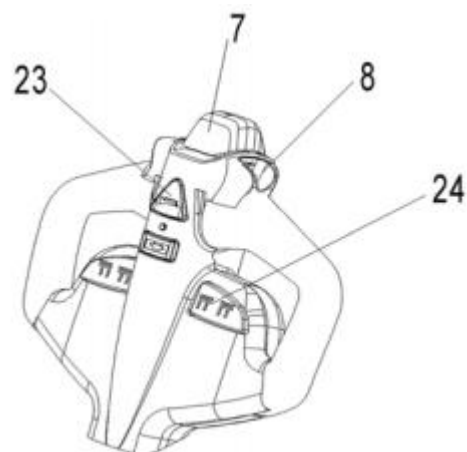

Рис.7: Ручка управления
Для осуществления подъема груза необходимо полностью подъехать под паллет с грузом, нажать и удерживать кнопку подъема (рис. 7, поз. 24), пока не будет достигнута нужная высота подъема.
Для опускания вил нажмите и удерживайте кнопку снижения (рис. 7, поз. 24). Опускайте груз, пока вилы не освободятся от паллета, затем аккуратно переместите тележку от груза.
Контролируйте скорость передвижения с помощью лепестков (поз. 8, рис. 7) для достижения требуемой скорости.
- Возвращение лепестков управления (поз. 8, рис. 7) обратно в начальное положение или освобождение маховиков активирует систему торможения. Тележка тормозит до полной остановки.
- При отклонении лепестков управления (поз. 8, рис. 7) из положения «движение в одном направлении» в положение «движение в противоположном направлении», тележка постепенно тормозит, пока не начнет движение в противоположном направлении.
- Кнопка противоотката (безопасности) (7) защищает оператора от получения повреждений и травм. Если эта кнопка включена, тележка притормаживает и/или начинает движение в противоположном направлении ('Bw.') на небольшое расстояние и останавливается. Необходимо помнить, что эта кнопка действует, даже если тележка не едет, но ручка управления находится в рабочем положении.